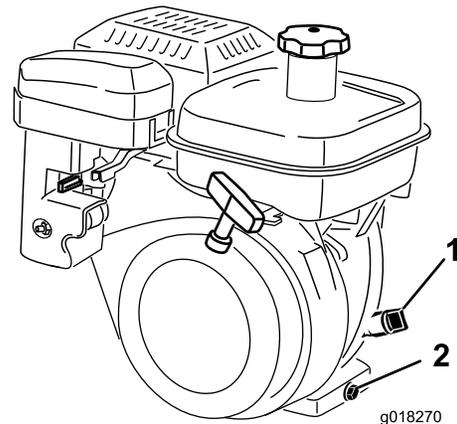

Figura 34
2. Posicione a máquina de modo a que o motor fique nivelado, e limpe a zona em torno do medidor de nível do óleo (Figura 34).
3. Retire a vareta do nível de óleo, rodando-a no sentido inverso ao dos ponteiros do relógio (Figura 34).
2. Na traseira da máquina, coloque um recipiente de escoamento debaixo do tampão de escoamento (Figura 34). Desaperte o tampão de escoamento.